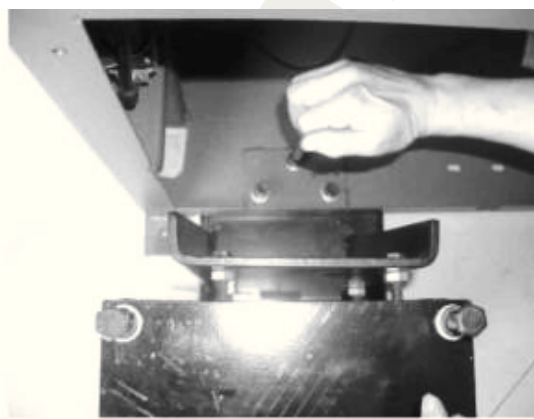

рис.30
6.1.3 Протолкните платформу опорной плиты основания в сборе в корпус через опорную плиту на левой задней стороне корпуса. Выверните резьбовое отверстие и армированное отверстие, для закрепления используйте болт и шайбу. (Рис. 30).